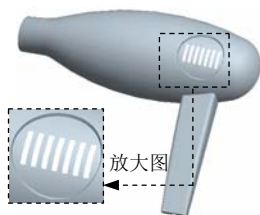
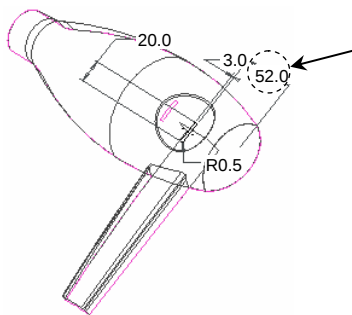

图 6.7.76 创建阵列特征
图 6.7.77 操作过程
Step26. 创建图 6.7.76 所示的切口拉伸曲面的阵列特征。
(1) 在模型树中右击上一步创建的切口拉伸曲面特征后，选择 **阵列...** 命令。
(2) 在操控板中选择以“尺寸”方式控制阵列，然后选取图 6.7.77 中的第一方向阵列引导尺寸 52.0，再在“方向 1”的“增量”文本栏中输入 -5.5；在操控板中第一方向的阵列个数栏中输入 7.0；单击“完成”按钮 **完成**。